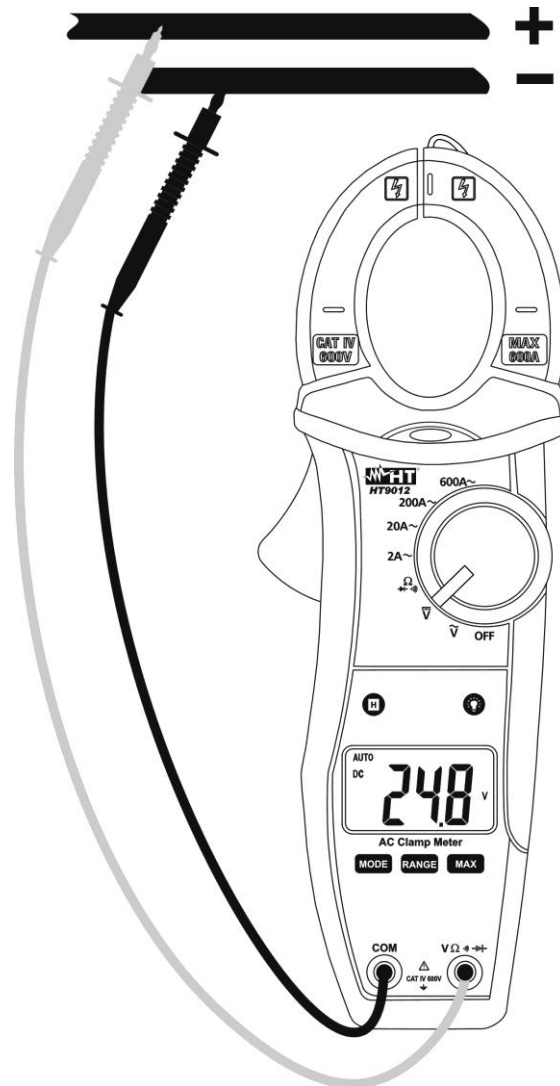

Fig. 3: Uso de la pinza en medida de Tensión CC
3. Inserte las puntas de prueba en los terminales, la punta roja en el terminal " $V_{\Omega} \rightarrow \text{---}$ " y la punta negra en el terminal **COM** (ver Fig. 3)
4. Inserte las dos puntas de prueba en el punto deseado del circuito (ver Fig. 3), luego el instrumento mostrará el resultado
6. Para la medida de tensión CC el símbolo "-" en el visualizador indica que el valor de la tensión está invertida respecto a la conexión de la Fig. 3